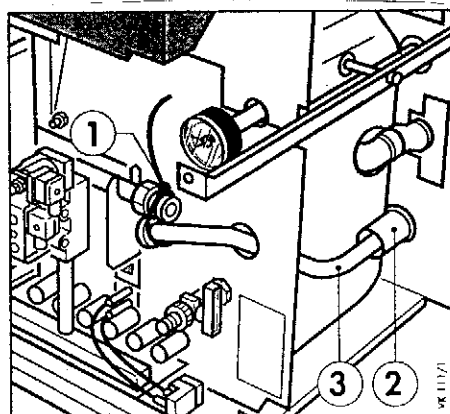

Рис.5.6 Газовая подсоединительная труба
#### Пояснения к рис.5.6
Удалить транспортировочное крепление (1) (рис.5.6). С помощью газовой подсоединительной трубы (3) выдвинуть пластмассовую заглушку (2) назад из облицовки котла. Смонтировать газовую присоединительную трубу с уплотнением для газа.